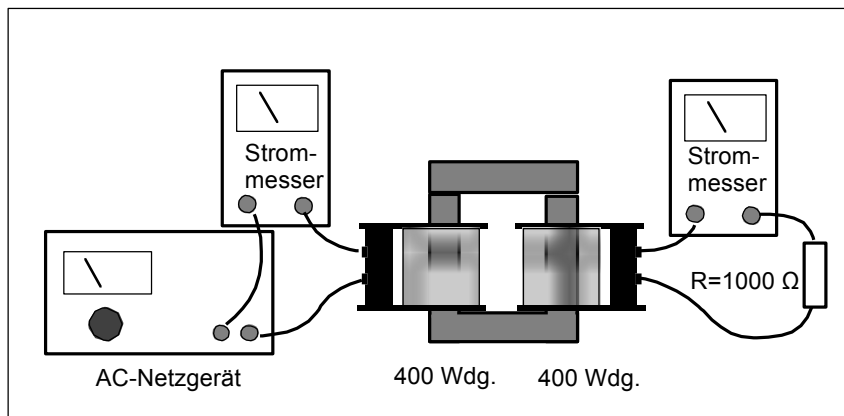

Abb. 1
1. Verbinden Sie die beiden Spulen wie in Abb.1 dargestellt. Die linke Spule fungiert wieder als Primärspule, die rechte als Sekundärspule.